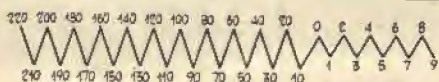

Fig 14 SCHEMA INVOLGIMENTO
Arrivati alla presa zero (0) si continua ancora ad avvolgere fino alla presa 9, derivando ora ad ogni tre spire e mezzo. Queste derivazioni, verranno così a trovarsi alternativamente una sul davanti e una sul dietro del rocchetto; però le prese della parte semicircolare devono con opportuni collegamenti essere portate dove sono le altre. La fig. 14 illustra lo schema dell'avvolgimento da eseguire.